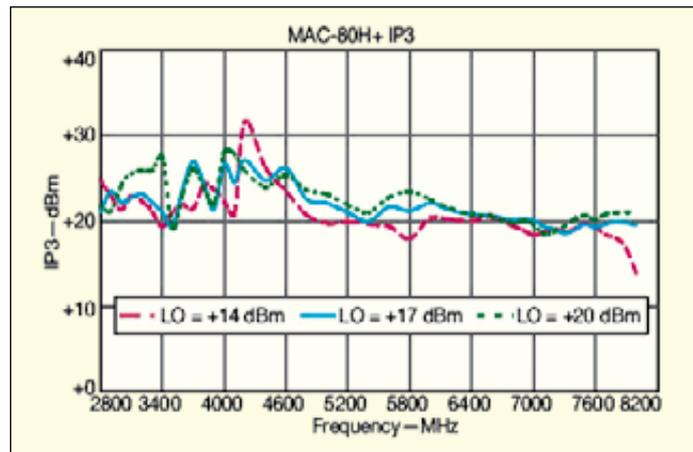

Bild 5: IP3 des MAC -80H+ über dem Betriebsbereich
- IP3: 21 dBm (Bild 5).
- IP3: +12 dBm (Bild 5).